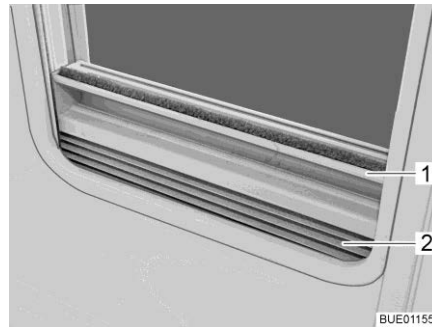

Fig. 70 Dispositif occultant plissé
- Saisir le dispositif occultant plissé (Fig. 70,2) par le centre de la barre-poignée (Fig. 70,1), le tirer du bas vers le haut et le relâcher à la hauteur voulue. Le dispositif occultant plissé reste alors à cette hauteur.